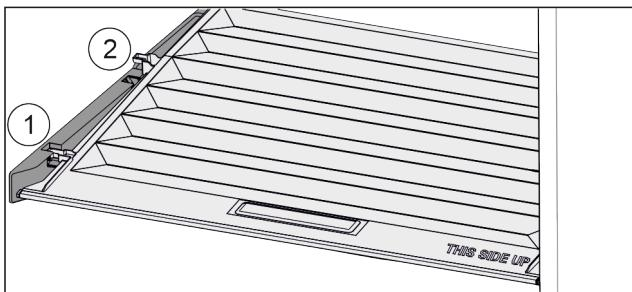

Fig. 31
- Потянуть крышку до отверстия в поддерживающих деталях вперед Fig. 31 (1).
- Поднять сзади снизу и извлечь Fig. 31 (2) движением верх.